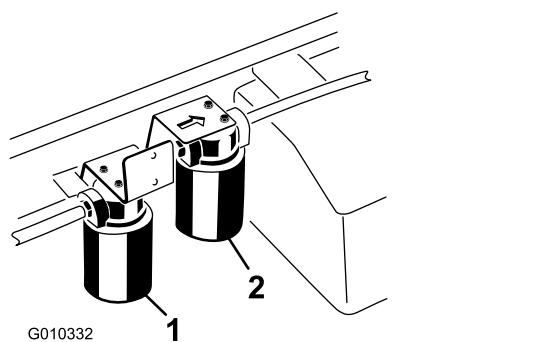

Figura 72
3. Collocate una bacinella di spurgo sotto il filtro, e togliete il filtro (Figura 72).
1. Pulite la superficie circostante il filtro ad alto flusso (Figura 72).